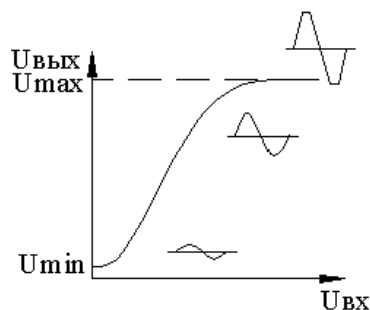

Рисунок 3.4 – Амплитудная характеристика УК
1. Амплитудная (АХ),  $U_{\text{вых.}} = f(U_{\text{вх.}})$  (рисунок 3.4).